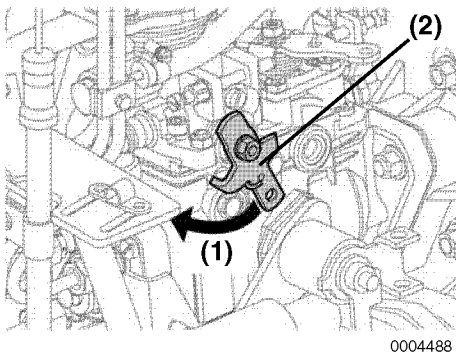

Figure 21
Actionnez le démarreur en déplaçant et maintenant **(Figure 21, (1))** le levier d'étape **(Figure 21, (2))** sur le régulateur pour arrêter la circulation du carburant.